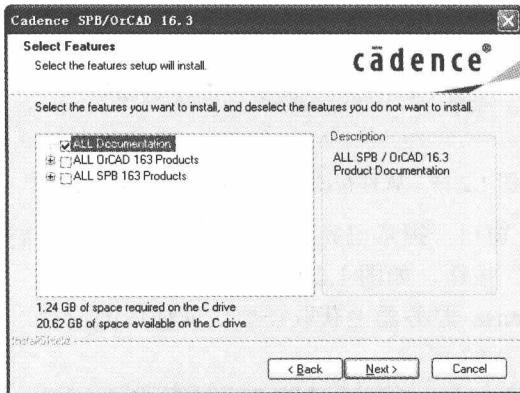

图 1.2.10 “Select Features”窗口
(5) 单击“Change...”按钮后，Allegro SPB 16.3 安装路径默认为“C:\Cadence\SPB\_16.3”，请根据需要自行修改后，单击“Next”按钮。
(6) 当出现“Select Features”窗口后，在该窗口中勾选“ALL Documentation”，对特性选项进行设置，如图 1.2.10 所示。